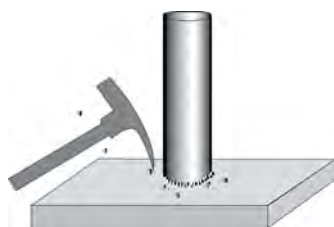

Ilustración 27: Desconchado de residuos de flujo de soldadura
- Los residuos de flujo de soldadura son químicamente inertes en las soluciones de decapado que los galvanizadores usan con frecuencia; por eso, su presencia provocará superficies ásperas y vacíos en el revestimiento. Si se usa un electrodo revestido, se deben eliminar todos los residuos de flujo de soldadura mediante cepillado con alambre, desconchado, amolado, pistola neumática de agujas o limpieza con chorro abrasivo (Ilustración 27, izquierda).